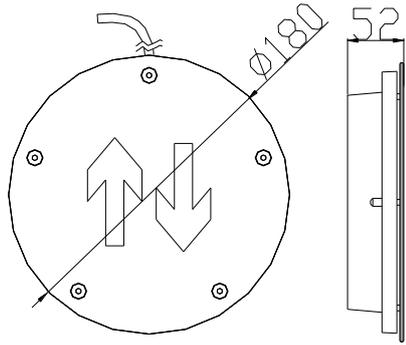
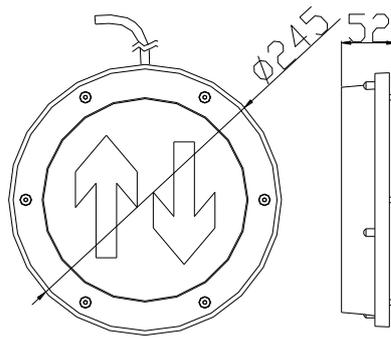

图 5-5-1 不锈钢面板外形示意图
图 5-5-2 玻璃面板外形示意图
1. N500 标志灯分为不锈钢面板、玻璃面板，每种面板有大、小 2 个尺寸。外形示意图如图 5-5-1 和图 5-5-2 所示，以双向为例。